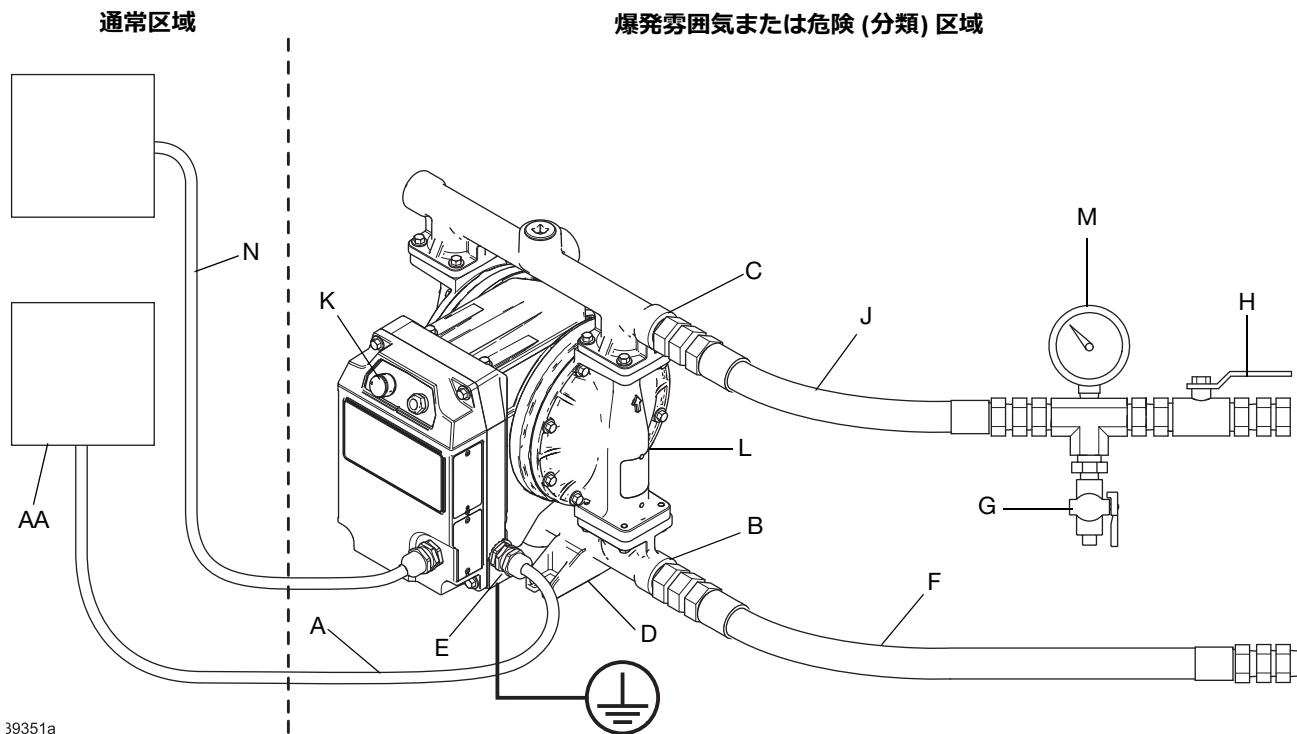

図 4: 爆発雰囲気や危険 (分類) 区域のモデルのための典型的な設置 (永久接続のためにハードウェイ) (表示されている i30 (QTC) モデル)
**注:** 適切なプライミングのために、液体アウトレットポート (C) を液体インレットポート (B) より高い位置に取り付けてください。図 3 および図 4 を参照してください。
2. 液体アウトレット近辺に液体ドレンバルブ (G) を設置します。図 3 および図 4 を参照してください。